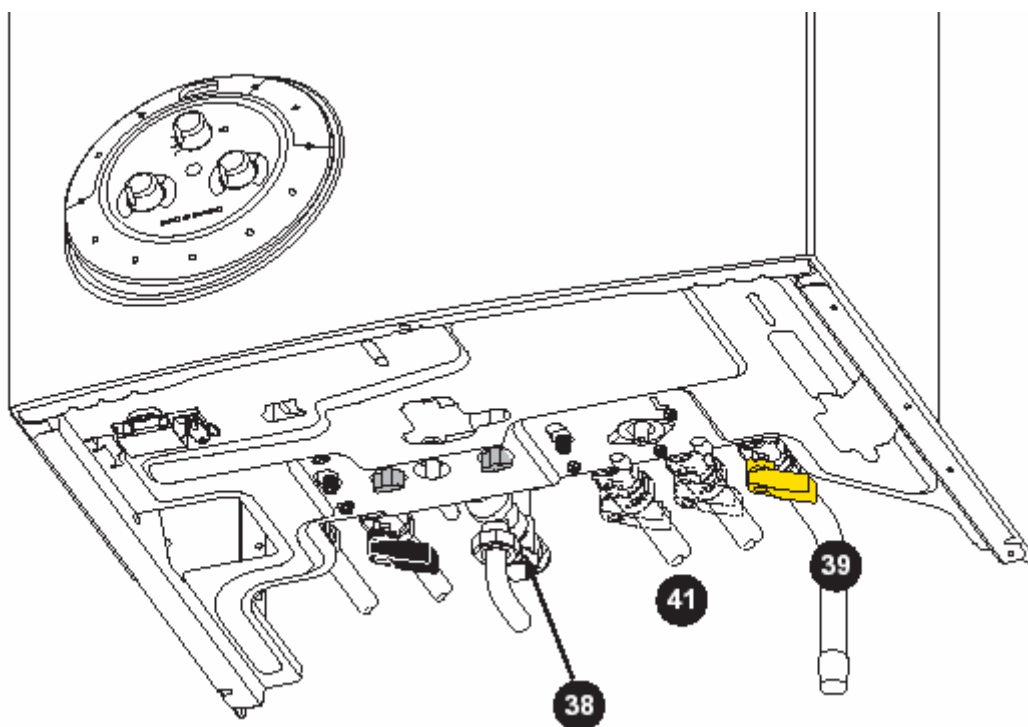

Fig. 20
3. Deschideți robinetul de gaz **39** (fig.20).
- **Întrerupeti** intrarea gazului poziționând robinetul **39** (fig. 20), pe «STOP»
*În anumite cazuri de instalare ar putea apărea, după ce ati obținut apă caldă, o ușoară încălzire a conductelor (și eventual a unui termosifon (calorifer)). Pentru a evita ca acest lucru să se întâmple, este suficient să închideți robinetul pornire încălzire **41** (**robinetul de pe turul instalației de încălzire situat sub centrala**). (fig. 20).*
- acționați **robinetul** de descărcare a **supapei de siguranță** a rezervorului **38** (fig. 20). Apa iese prin orificiul de evacuare.